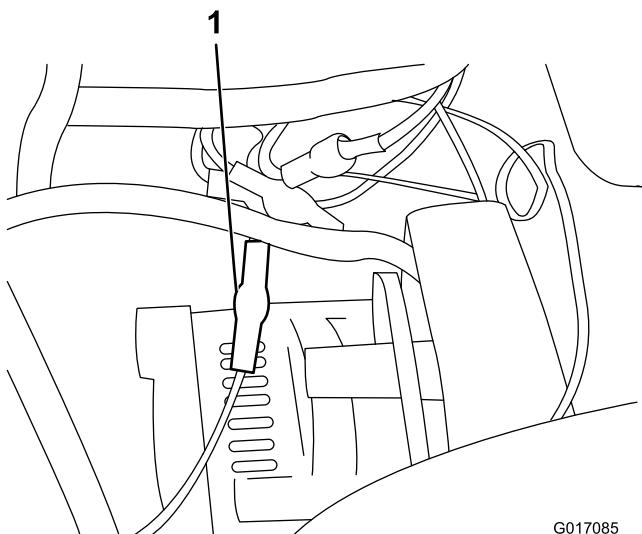

Bild 3
9. Schließen Sie das Kabel an einem unbelegten Terminal am Sicherungsblock an (Bild 3).